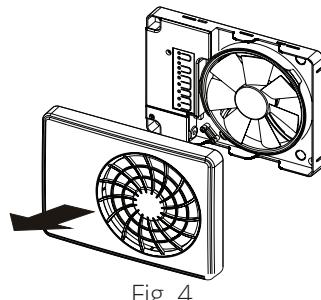

Fig. 4
- Ta av frontdeksel ved å vippe fronten over sneppfestene i bunn eller topp. Fig 4.